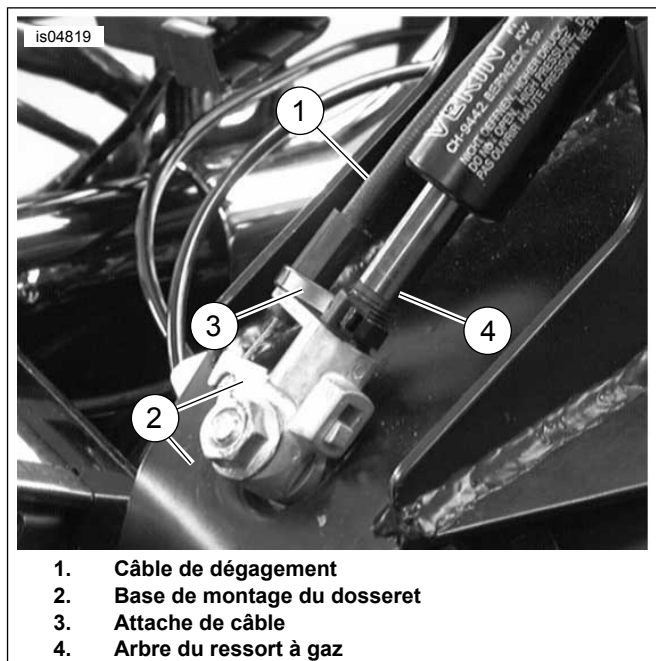

Figure 6. Attacher le câble à la base de montage du dossier
12. Figure 6 Fixez le câble de dégagement (1) à la base (2) de montage du dossier comme indiqué. Fixer fermement le câble à l'arbre du ressort à gaz (4) avec la sangle de câble (3) fournie. Ne pas trop serrer l'attache de câble.